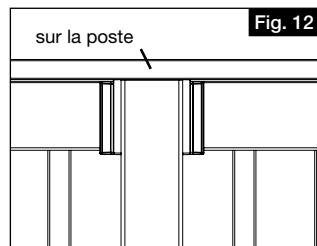

Fig. 12
- Si l'on installe la rampe SUR les poteaux (Fig. 12).